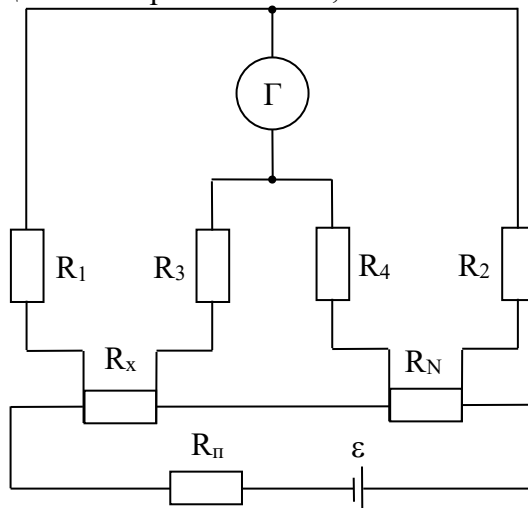

Рис. 6.
20. Равновесие двойного моста постоянного тока (рис. 6) имеет место при следующих значениях сопротивлений, из которых составлен мост: $R_1 = R_3 = 200$ Ом, $R_2 = R_4 = 100$ Ом, $R_N = 0,001$ Ом. Сравнивающим устройством является магнитоэлектрический гальванометр. Определите сопротивление R_x , при котором мост уравновешен.